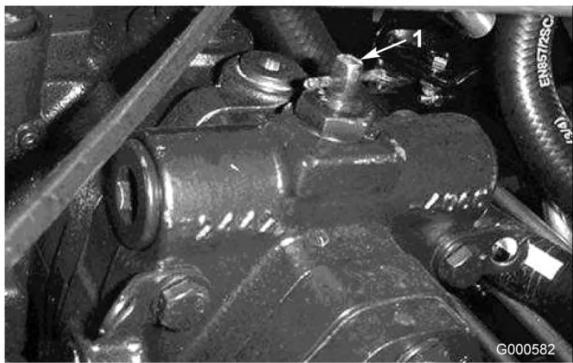

Figura 18
2. Rode a válvula de derivação 90° (1/4 de volta) em qualquer direcção, para permitir a passagem interna do óleo (Figura 18). Depois de o fluido passar a máquina pode ser deslocada lentamente sem danificar a transmissão. Observe a posição da válvula quando a abrir ou fechar.